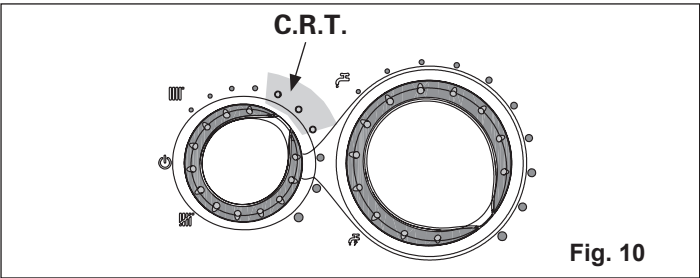

Fig. 10
**自动温度调节 – C.R.T. 功能 (Fig.10)**